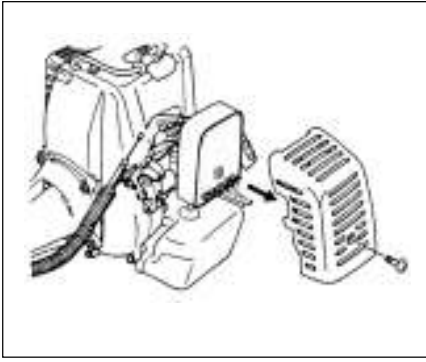
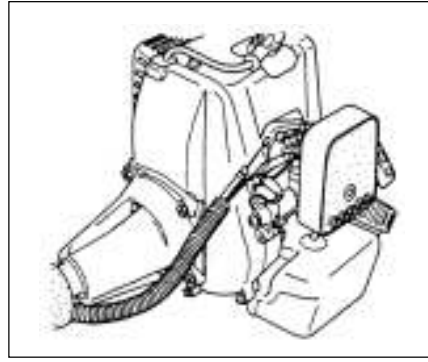
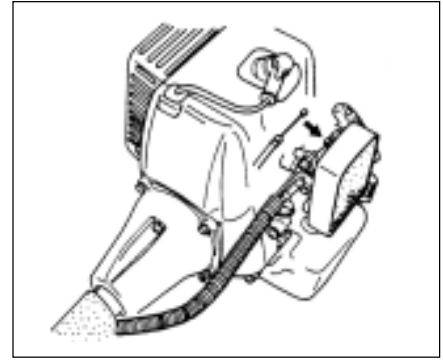

Fig. 1-4
Fig. 1-5
Fig. 1-6
Remove air cleaner cover. (Fig. 1-4) Connect stop cords. (Fig. 1-5)
Connect throttle wire end to carburetor. (Fig. 1-6)
Rimuovete il coperchio del filtro dell'aria. (Fig. 1-4)
Collegare i cavi di arresto. (Fig. 1-5)
Collegare l'estremità del filo dell'acceleratore al carburatore. (Fig. 1-6)
Desmontar la tapa del purificador de aire. (Fig. 1-4)
Conectarlos cables de parada. (Fig. 1-5)
Conectar el extremo del cable del acelerador al carburador. (Fig. 1-6)
Retirer le couvercle du filtre à air. (Fig. 1-4)
Relier les fils de marche-arrêt. (Fig. 1-5)
Positionner le guide extérieur (1), (s'il y a lieu), sur le guide-fil et mettre le câble de commande des gaz à travers le guide extérieur. (Fig. 1-4)
Connecter le câble de commande des gaz au carburateur. (Fig. 1-6)
Den Luftfilterdeckel abnehmen. (Fig. 1-4)
Die Stopp-Kabel anschließen. (Fig. 1-5) Gaszug und Vergaser miteinander verbinden. (Fig. 1-6)
Tag bort kåpan från luftrenaren. (Fig. 1-4)
Anslut kortslutningskablar. (Fig. 1-5)
Koppla gasregleringsledningen till förgasaren. (Fig. 1-6)